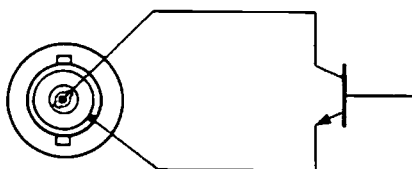

図11
- 1) EXT CONTROL端子は、図11の様に、オープンコレクタ方式になっております。